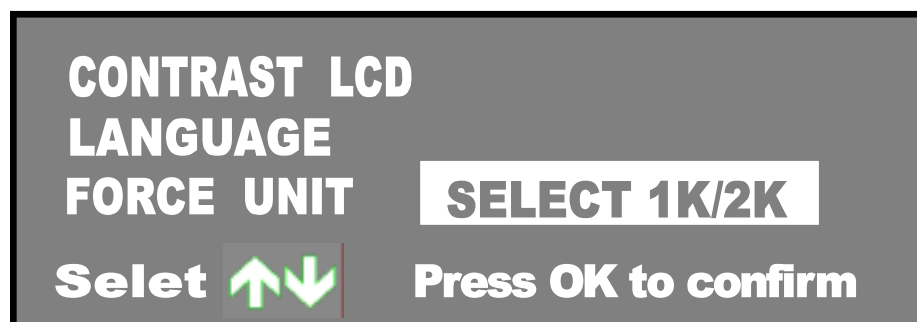

图 5-19 调节菜单
8. 按下<SETUP>，显示调节菜单。按<↓>将 SELECT 1K/2K 选呈高亮度显示，见图 5-19。